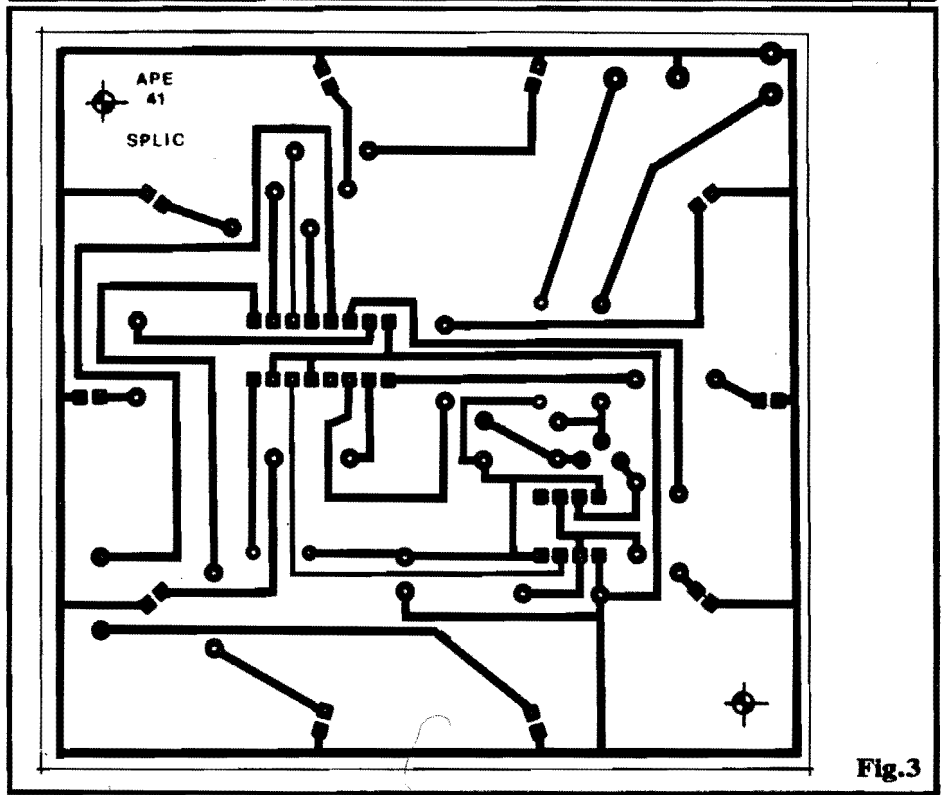

Fig.3
- FIG. 3 - CHAPEADO DA MONTAGEM - Para quem está "chegando agora" à turma, expli-